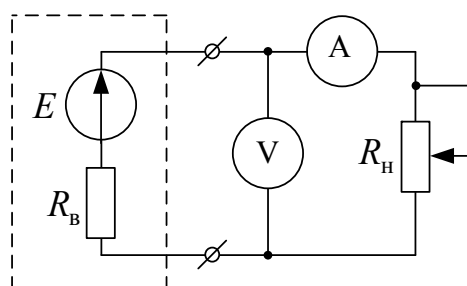

Рис. 1.7
7. Снять вольт-амперные характеристики источников ИН и ИР. Для этого необходимо собрать электрическую цепь, схема которой приведена на рис. 1.7.